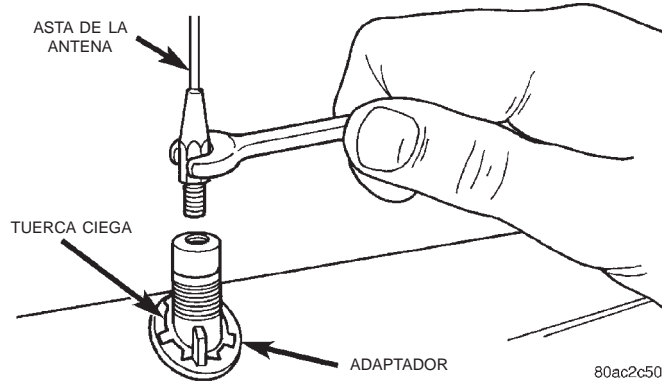
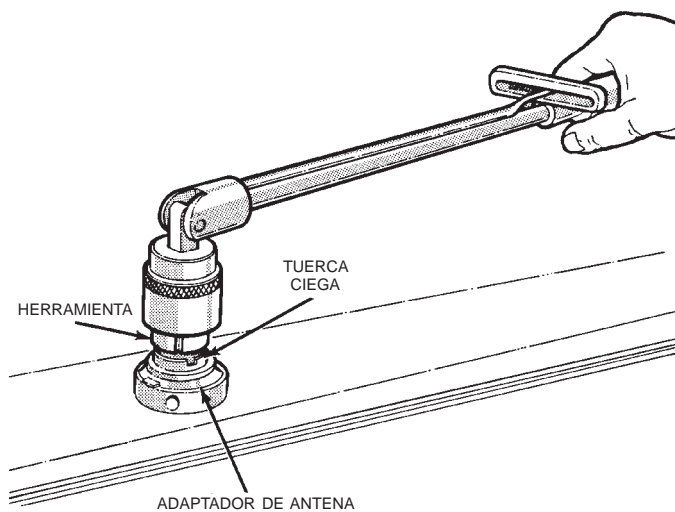

Fig. 13 Desmontaje e instalación del asta de la antena-*Característica*
Fig. 14 Desmontaje e instalación de la tuerca ciega de la base de la antena - *característico*
(6) Acceda a través de la parte trasera de la abertura de la caja de rueda del guardabarros delantero derecho para descalzar la arandela de goma del cable de la antena del orificio en el panel exterior lateral del cubretablero derecho.
(7) Extraiga el cable coaxial de la antena y el conector del habitáculo y dentro de la caja de rueda del guardabarros delantero derecho a través del orificio en el panel exterior lateral del cubretablero derecho.
(8) Desenrosque el asta de la antena de la base (Fig. 13).
(9) Retire la cubierta de plástico de la tuerca ciega de la base de la antena.
(10) Retire la tuerca ciega de la base de la antena con una llave de tuercas de antena (Herramienta especial C-4816) (Fig. 14).
(11) Retire el escudete de la antena de la base de la antena en la parte superior del guardabarros delantero derecho.
(12) Baje la base de la antena del orificio de instalación en la parte superior del guardabarros delantero derecho.
(13) Retire la base y el cable de la antena de la parte trasera de la abertura de la caja de rueda del guardabarros delantero derecho.